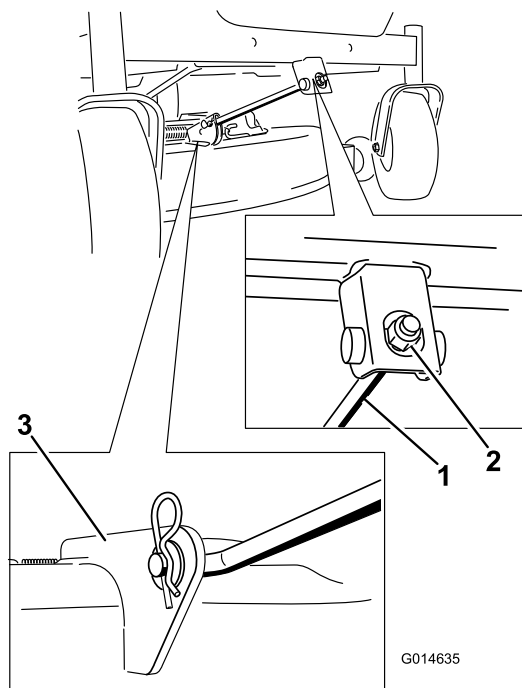

Figure 52
4. Retirez la goupille fendue de la tige de support avant et déposez la tige du support de tablier (Figure 52). Abaissez doucement l'avant du tablier de coupe au sol.
6. Fixez la tige de support avant au tablier de coupe à l'aide de l'axe de chape et de la goupille fendue (Figure 52).